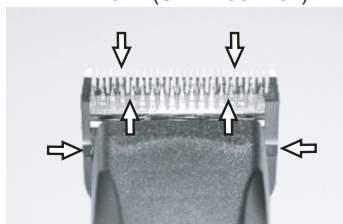

Fig. 24
Une fine couche d'huile entre la lame supérieure et inférieure est indispensable pour obtenir un bon résultat de coupe des cheveux et pour augmenter la longévité de la tondeuse (Fig. 24).
- ▶ Lubrifiez les lames de coupe suffisamment durant la coupe des cheveux (au moins toutes 15 minutes), afin d'éviter qu'elles sèchent (Fig. 24).